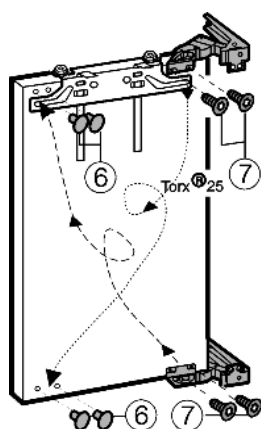

Fig. 5
- ▶ Отвинтите шарниры от двери *Fig. 5 (7)*, поменяйте их местами по диагонали и **прикрутите (с моментом 4 Нм)**.
- ▶ Закройте образовавшиеся крепежные отверстия прилагаемыми пробками *Fig. 5 (6)*.